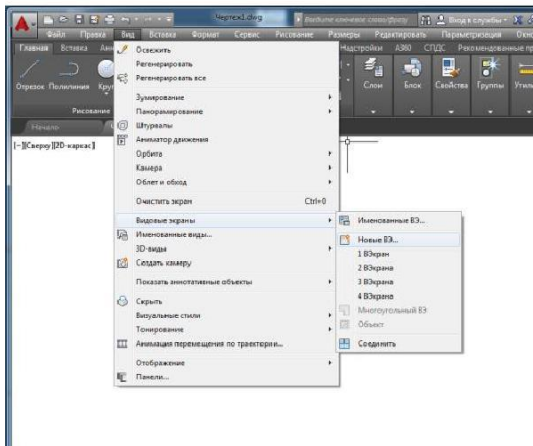
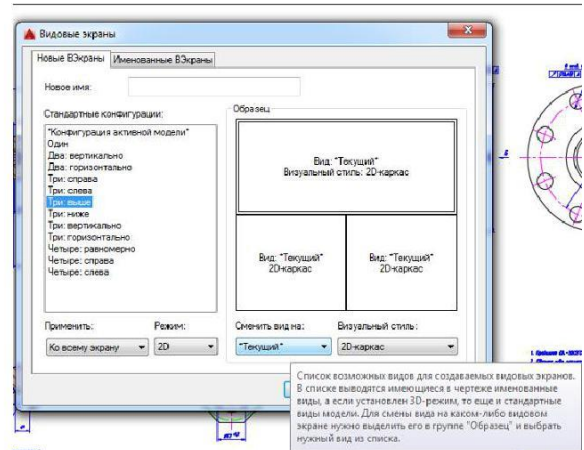

Рис. 9
Рис. 10
экраны, выберите в меню пункт *Вид* *Видовые экраны*. Появится подменю со стандартными вариантами компоновок (рис. 9), в котором выберите пункт "*Новые ВЭ...*". В открывшемся окне просмотрите имеющиеся варианты компоновки видовых экранов и сделайте выбор, аналогичный рис. 10.
15. Настройте изображения в 3-х видовых экранах, используя именованные ви-ды: поочередно делайте окна активными, щелкнув на них мышкой. С помо-щью списка видов, открывающегося нажатием кнопки "Сменить вид на:" (рис.10), установите в одном экране общий вид, а в остальных – отдельные фрагменты. Нажмите "ОК".